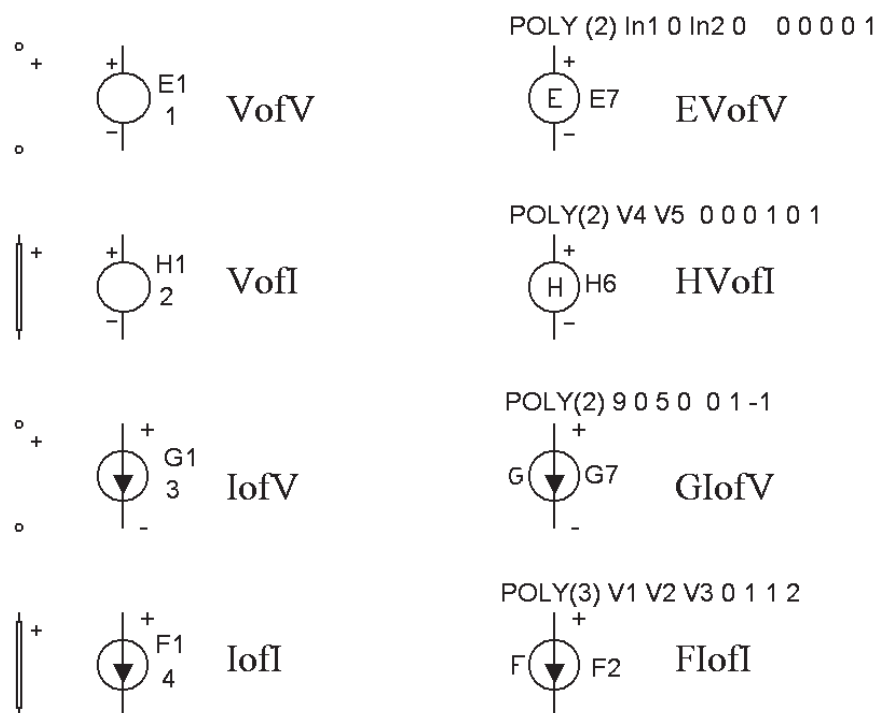

Рис. 5.40. Линейные и полиномиальные зависимые источники
5.4.1. Линейные и полиномиальные зависимые источники (рис. 5.40)